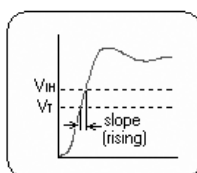

图 9-43 上升沿斜率约束规则
- “Slope – Rising Edge”（上升沿斜率约束规则）：如图 9-43 所示为该规则的设置示意图。